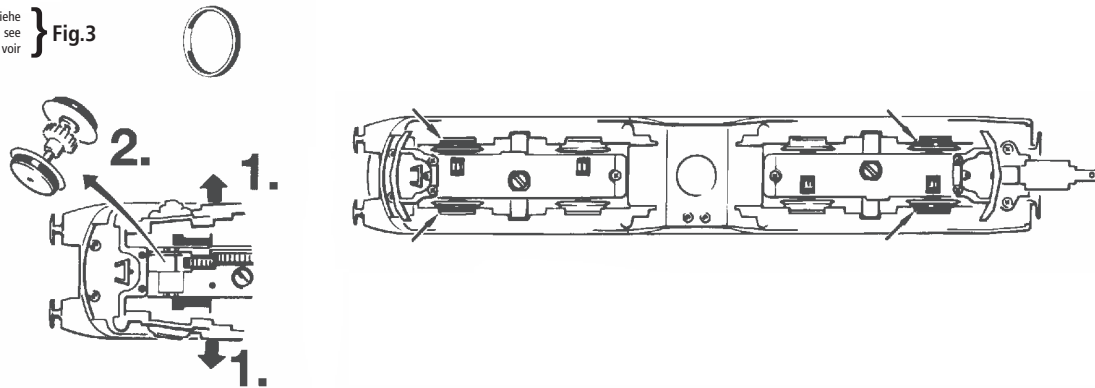

Fig. 8
1. Cleaning of wheel contacts: Wheel contacts easily get dirty on tracks which are not entirely clean. Use a small brush to **remove dirt** from spots marked in fig. 8.
1. Nettoyage des lames de courant aux roues : Les lames de contacts risquent de s'encrasser rapidement sur des voies poussiéreuses. Veuillez **enlever la poussière** aux endroits marqués à la fig. 8 à l'aide d'un petit pinceau souple.